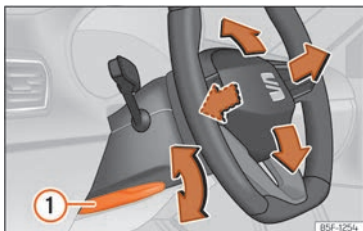

Abb. 63 Hebel auf der linken unteren Seite der Lenksäule.
• Hebel >>> [Abb. 63] ① nach unten schwenken, Lenkrad in die gewünschte Position bringen und Hebel wieder bis zum Schließpunkt nach oben drücken.
• Den Hebel >>> [Abb. 63] ① nach dem Einstellen immer fest nach oben schwenken, damit das Lenkrad während der Fahrt nicht unbeabsichtigt seine Position verändert.